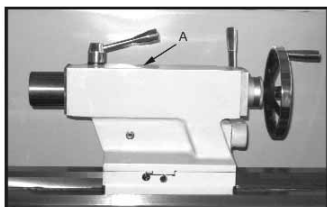

Fig. 8
8. **Dubbdokke:** Smør olje kulen (A, fig. 8) på oversiden av dubbdokken hver dag med Mobil DTE® Oil Heavy Medium.